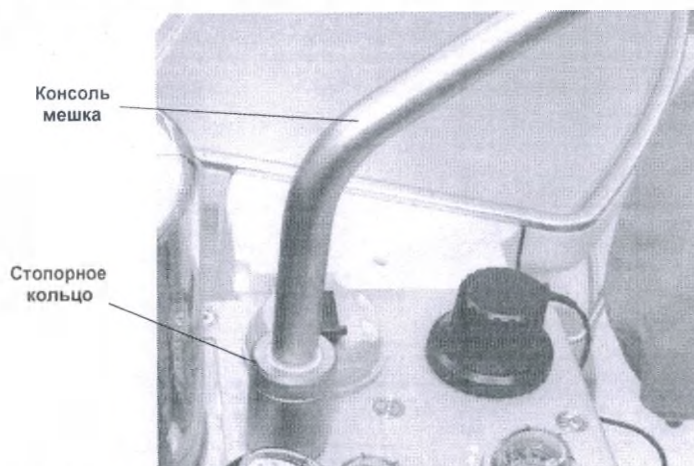

РИС. 7-16 Извлечение консоли мешка
1. Найдите стопорное кольцо в основании консоли мешка. Поверните кольцо против часовой стрелки, пока оно не снимется с резьбы. Извлеките консоль мешка из блока дыхательного контура (см. РИС. 7-16).